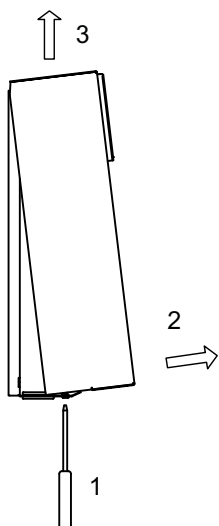

Fig. 3.2: Ouvrir le cache
- Ouvrir le cache du régulateur (Fig. 3.2 - page 4)